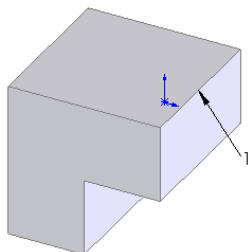

图 6-26 拉伸的图形
❸ 拉伸实体。选择菜单栏中的“插入”→“凸台/基体”→“拉伸”命令，将上一步绘制的草图拉伸为“深度”均为 60 的实体，结果如图 6-26 所示。
❺ 设置属性管理器。单击“一直线/边线/轴”按钮图标，设置基准轴的创建方式为一直线/边线/轴方式。在“参考实体”一栏中，用鼠标选择图 6-26 中的边线 1。